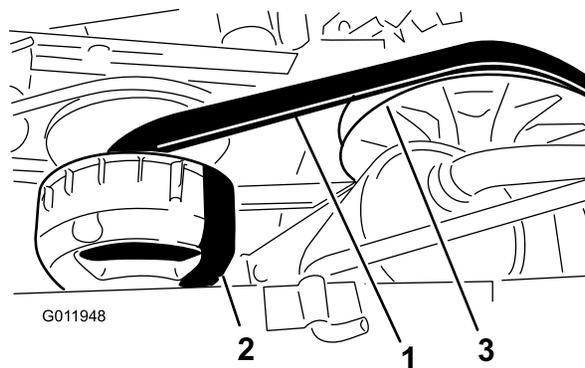

Рисунок 54
4. Проверните и осмотрите ремень (Рисунок 54) на наличие чрезмерного износа или повреждений.
3. Поверните и проложите ремень поверх вторичного сцепления (Рисунок 54).
4. Снимите ремень с главного сцепления (Рисунок 54).
5. Проложите новый ремень поверх главного сцепления (Рисунок 54).
6. Поверните и проложите ремень поверх вторичного сцепления (Рисунок 54).